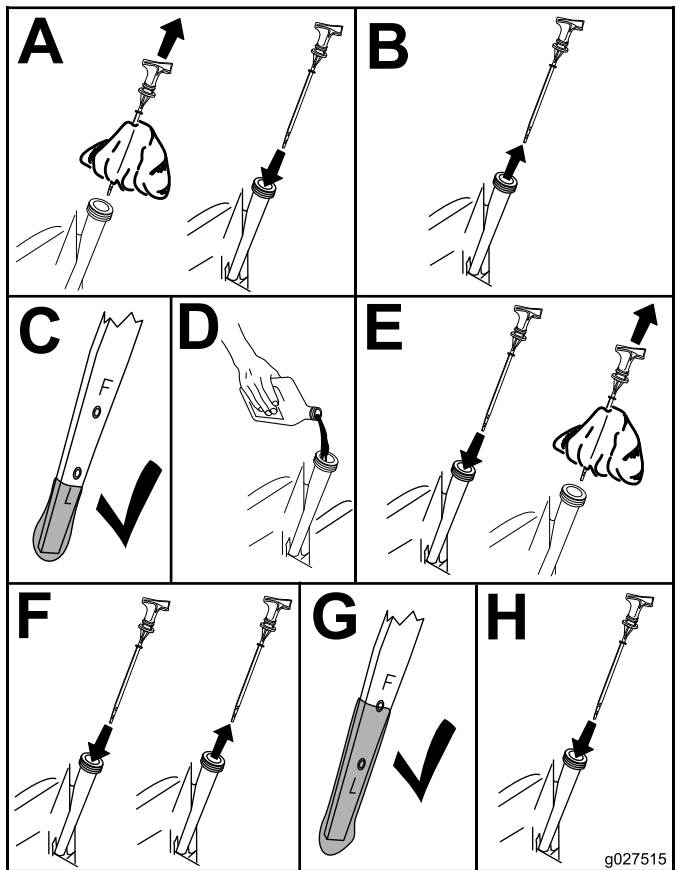

Figura 27
3. Compruebe el nivel de aceite del motor (Figura 27).